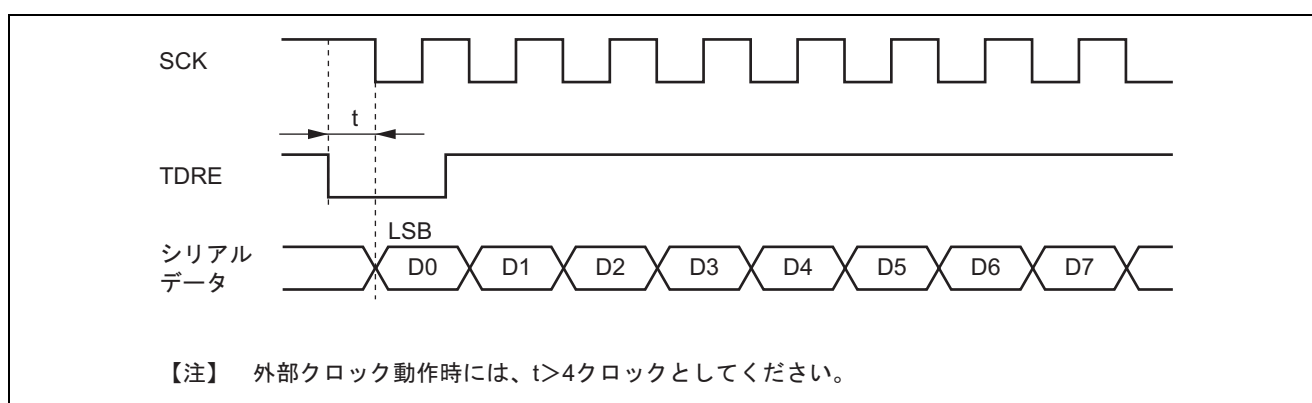

図 15.35 DTC によるクロック同期式送信時の例
1. 同期クロックに外部クロックソースを使用する場合、DMACまたはDTCによるTDRの更新後、 ϕ クロックで5クロック以上経過した後に送信クロックを入力してください。TDRの更新後4クロック以内に送信クロックを入力すると誤動作することがあります（図15.35参照）。